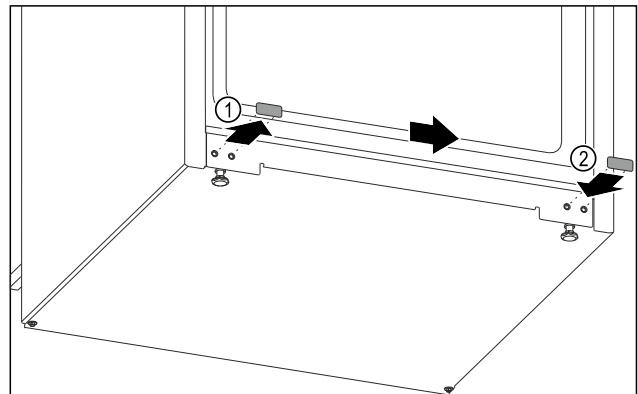

Fig. 12
- Abdeckstopfen unten am Gerät vorsichtig mit einem Schlitzschraubendreher anheben. Fig. 12 (1)
- Abdeckstopfen herausziehen. Fig. 12 (2)
- Abdeckstopfen auf der Gegenseite einsetzen. Fig. 12 (3)